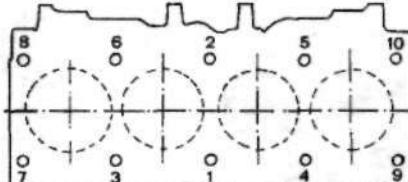

Рис.13.3. Последовательность затяжки болтов и гаек головки цилиндров на двигателях 1049 см³ и 1301 см³ (раздел 3).
62. Установить на шпильки блока со стороны коллектора толстые шайбы и затем гайки. Установить болты с толстыми шайбами на другую сторону блока и закрутить болты и гайки так, чтобы слегка прижать прокладку. После этого болты и гайки должны быть затянуты до нужного момента в последовательности, показанной на рис.13.3 (см. фотографию). Это может быть сопряжено с определенными трудностями, т.к. из-за формы головки цилиндров гайки не могут быть затянуты с помощью торцевого ключа, установленного на динамометрический ключ (см. фотографию). Гайки могут быть затянуты с помощью накидного или рожкового ключа комбинации с динамометрическим, однако при этом фактический момент затяжки будет отличаться от того, который показывает динамометрический ключ. Для того, чтобы решить эту проблему, можно воспользоваться простой формулой:
100. Затянуть болты и гайки в последовательности, показанной на рис.13.3, до начального момента затяжки (см. Спецификации) и затем в той же последовательности подтянуть их на нужный угол.